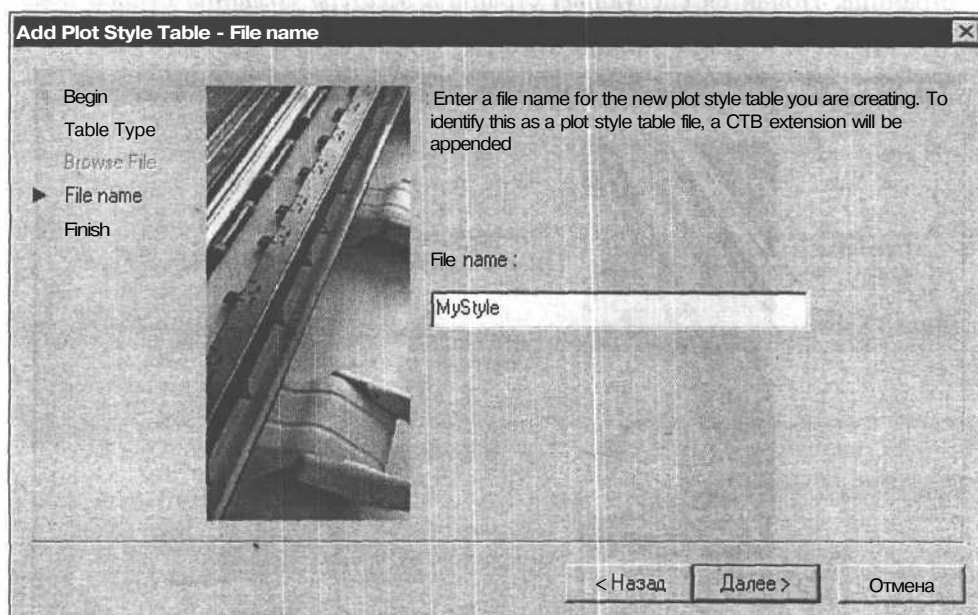

Рис. 19.13. Четвертая страница Мастера создания стилей печати для присвоения имени файлу
5. Щелкните мышью на кнопке **Next** (Далее) для перехода к следующей странице. Так как здесь рассматривается случай создания таблицы с самого начала, то страница Мастера создания стилей печати, на которой выбирается файл с существующей таблицей стилей печати, будет недоступна. Появится страница **File name** (Имя файла) (рис. 19.13), на которой введите имя файла создаваемой таблицы стилей печати.